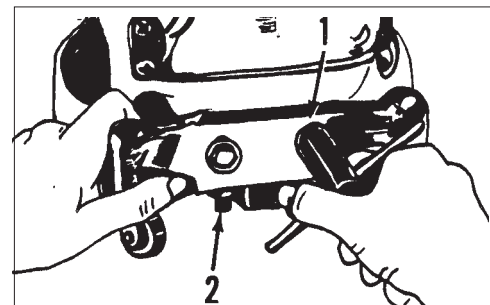

Figura 8
1. Con una llave especial, afloje la tuerca de seguridad de cada rueda de roldana. Consulte (1) en la Figura 8.
2. Afloje la contratuerca. Consulte (2) en la Figura 8.